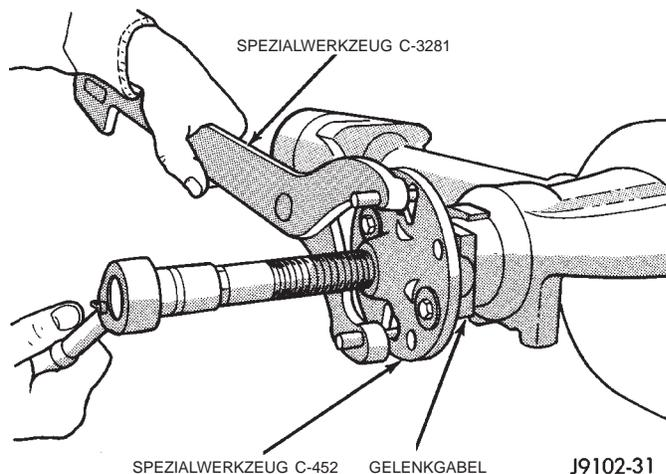

Abb. 12 Gelenkgabel ausbauen
(1) Fahrzeug anheben und sicher abstützen.
(2) Räder abbauen.
(3) Hintere Bremsstrommeln abbauen. Arbeitsanleitung hierzu siehe Kapitel 5, "Bremsen".
(4) Gelenkgabel und das Ende der Gelenkwelle mit Paßmarkierungen für den Einbau versehen.
(5) Gelenkwelle von der Gelenkgabel abbauen.
(6) Antriebskegelrad drei bis vier Umdrehungen drehen.
(7) Das zum Drehen des Antriebskegelrads erforderliche Drehmoment (= Vorspannung des Lagers) mit einem Drehmomentschlüssel (mit niedrigem Meßbereich) messen und notieren.
(8) Mit Haltegriff 6958 die Gelenkgabel festhalten und die Mutter des Antriebskegelrads mit Unterlegscheibe ausbauen.
(9) Gelenkgabel mit den Werkzeugen C-452 und C-3281 abbauen (Abb. 12).
(10) Wellendichtring mit Gleithammer ausbauen oder heraushebeln.
(11) Das vordere Ritzellager mit einem geeigneten Abzieher gerade von der Welle abziehen. Eventuell leicht mit einem Leder- oder Gummihammer auf das Ende der Welle schlagen, wenn das Lager auf der Welle festsitzt.
(12) Quetschring ausbauen.
(9) Mit Haltegriff 6958 die Gelenkgabel festhalten und die Mutter des Antriebskegelrads mit Unterlegscheibe ausbauen.
(10) Gelenkgabel mit den Werkzeugen C-452 und C-3281 abbauen (Abb. 12).